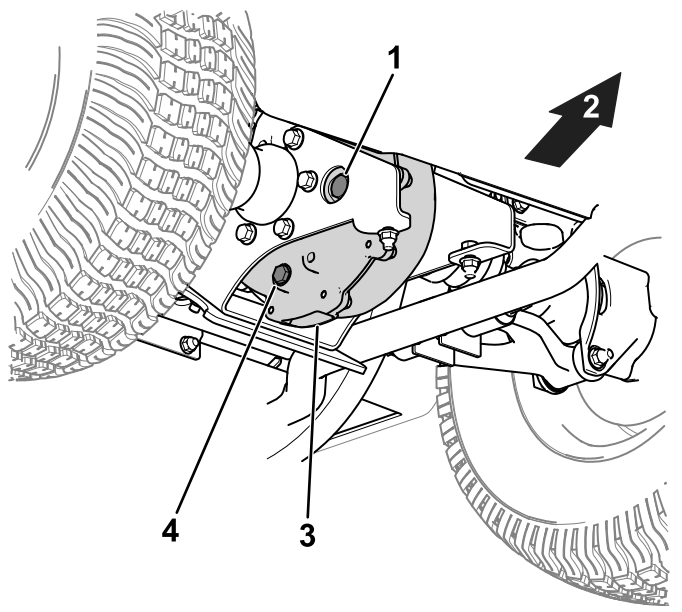

Figure 40
1. Enlevez le bouchon de remplissage de la boîte-pont (Figure 40).
2. Si le niveau de liquide est trop bas, enlevez le bouchon de remplissage et ajoutez le liquide spécifié jusqu'à ce qu'il ressorte par l'orifice (Figure 40).
1. Placez un bac de vidange sous le bouchon de vidange (Figure 40).
2. Enlevez le bouchon de remplissage (Figure 40).
3. Enlevez le bouchon de vidange pour permettre à tout le liquide de s'écouler (Figure 40).